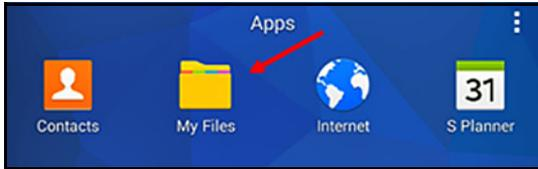

Figure 55 : le dossier « My Files » (Mes documents)
1. Ouvrez le dossier « *My Files* » (Mes documents) sur l'écran de la tablette puis sélectionnez l'application dans le dossier SD (voir la *Figure 55* ci-dessous).